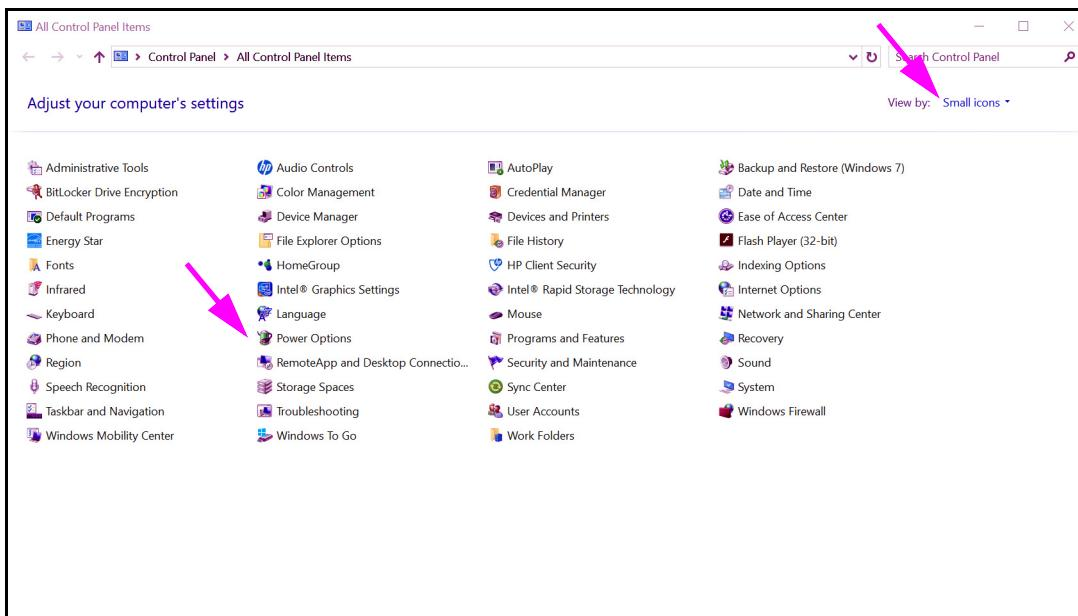

Figura 2-24. Finestra All Control Panel Items (Tutti gli elementi del Pannello di controllo)
2. Selezionare **Windows System (Sistema Windows) > Control Panel (Pannello di controllo)**. Se è impostata la visualizzazione **Small icons (Icone piccole)**, la finestra **All Control Panel Items (Tutti gli elementi del Pannello di controllo)** apparirà come mostrato nella Figura 2-24. Fare clic su **Power Options (Opzioni risparmio energia)**.